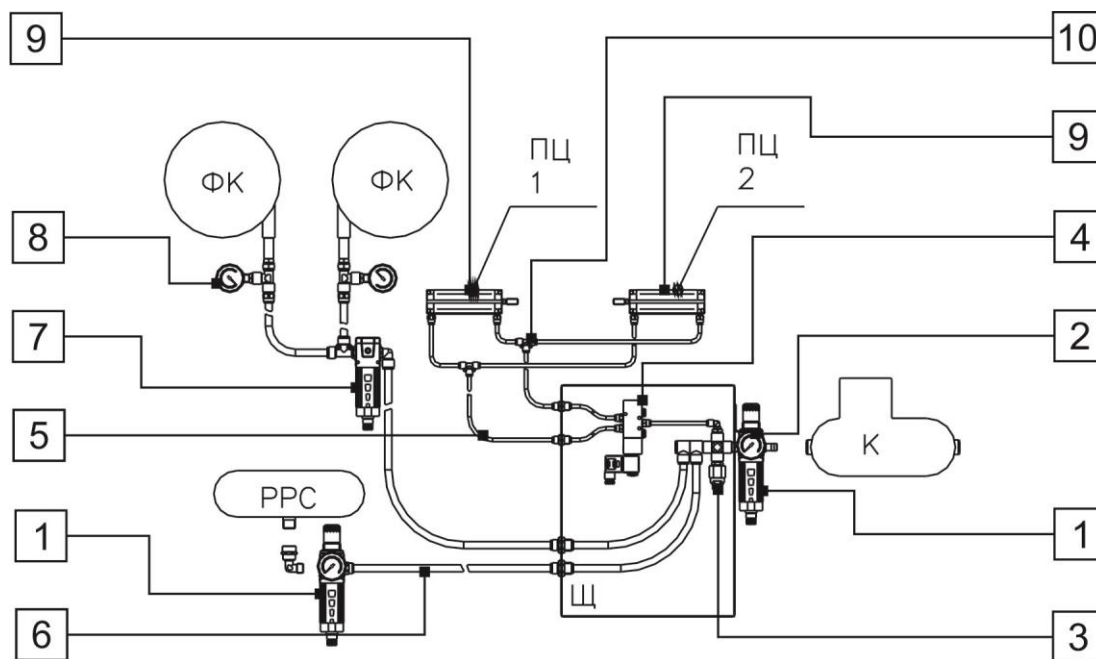

Рис. 17.
1.4.15. НАПРАВЛЯЮЩИЕ И РЕГУЛИРУЮЩИЕ ПНЕВМАТИЧЕСКИЕ КОМПОНЕНТЫ обеспечивают функционирование системы регенерации кассетных фильтров фильтровального агрегата, а также сита рассеивателя (для некоторых вариантов комплектации изделия). Направляющие и регулирующие пневматические компоненты компактно размещены в отдельном шкафу. Сигналы, управляющие работой пневматических компонентов, согласно программе цикла, поступают от выносного электрического пульта с блоком автоматического управления БАУ «МИКРОН». Направляющие и регулирующие пневматические компоненты (Рис. 17) включают в себя: фильтр-регулятор MD1-FR0000-1/4 (1), манометр M053-P10 (2), реле давления PM11-NA (3), электропневматический распределитель 358-015-02-U7H (4), трубки HTR 6/4 (5), трубки HTR 12/10 (6), фильтр MD1-F000-1/4 (7), манометр M053-P12 (8), пневматический цилиндр (9), тройник (10).